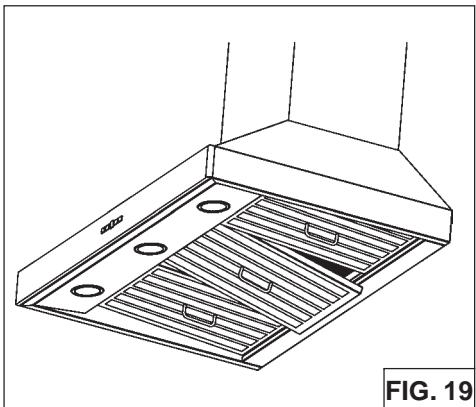

FIG. 19
1. Para quitar el filtro de grasas, (Fig. 19) empuje el filtro hacia el frente hasta que se libere de la guía, después tire del filtro para soltarlo de la campana. Inclinar filtro y quitar.